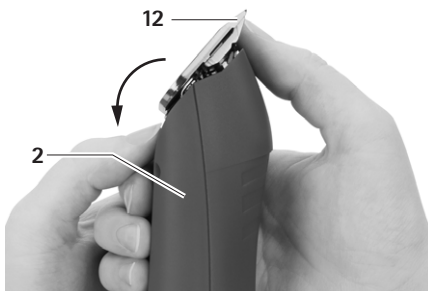

Fig. 5
- Vipp opp klippehodet 12 fremover, se Fig. 5.